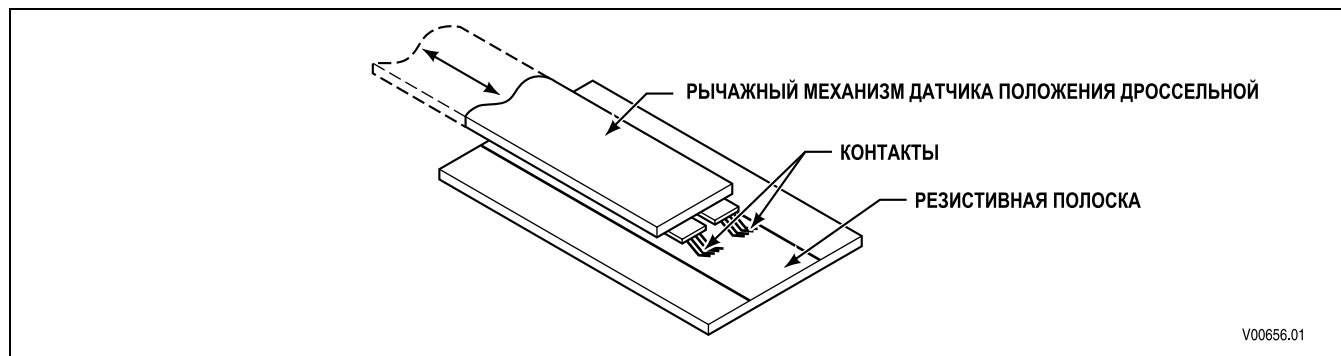

Рис. F-1. Преобразование положения дроссельной заслонки в электрическое напряжение
А. Описание принципа работы (рис. F-1)
- Для передачи в TCM данных о положении дроссельной заслонки датчик положения дроссельной заслонки преобразует механическое движение в электрические сигналы, обрабатываемые TCM. Для этого внутри датчика имеются контакты, которые перемещаются вдоль резистивной полоски, при этом напряжение зависит от их положения (см. рис. F-1).